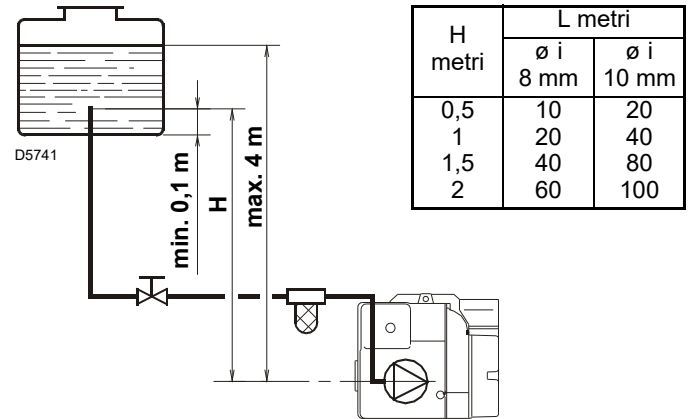
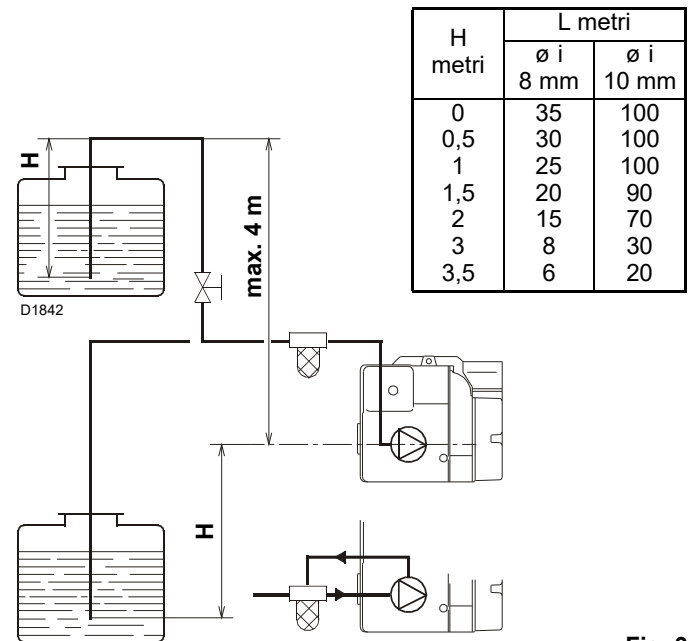
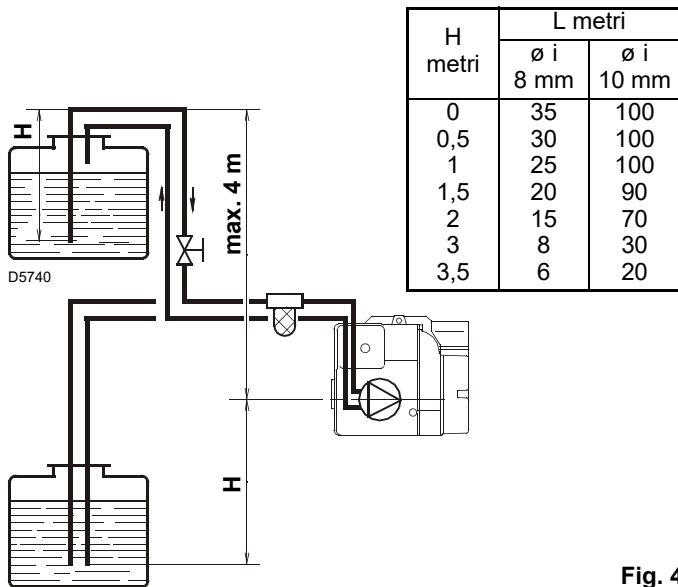
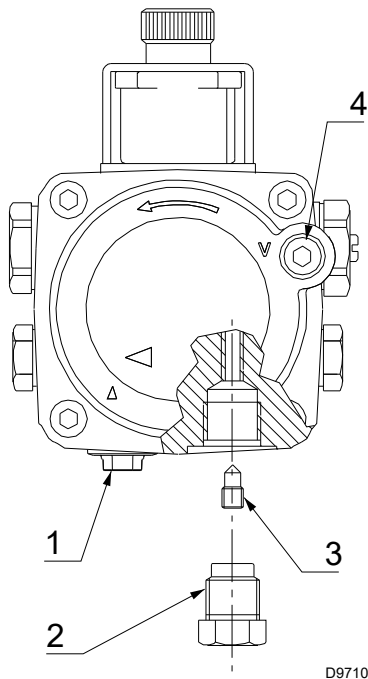

Fig. 2
Fig. 3
Fig. 4
Fig. 5
- E' necessaria solo con impianti monotubo (Fig. 2).
Nell'impianto di Fig. 2 è sufficiente allentare l'attacco del vacuometro 4) (Fig. 5) e attendere la fuoriuscita del combustibile.
- Negli impianti di Fig. 3 e Fig. 4 l'aria viene espulsa automaticamente dopo l'avviamento del bruciatore. ä
Legenda (Fig. 2, Fig. 3 e Fig. 4)
La pompa (Fig. 5) è predisposta per funzionamento bitubo esclusa la pompa cod. 20034559.
Legenda (Fig. 5)
Il tappo di chiusura dell'alimentazione olio (Aspirazione 1) (Fig. 5) è di plastica. Una volta rimosso, si raccomanda di eliminarlo e di non riutilizzarlo in nessun caso.